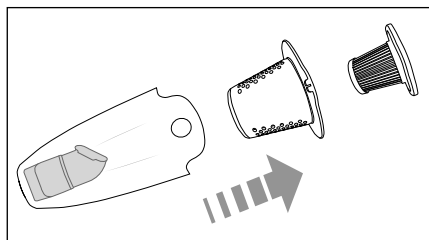

Fig. 5
- 3) Sortez le filtre EPA **7** et le filtre grossier **8** hors du bac à poussière **9** (fig. 5). Tapotez les deux filtres **7/8** dans une poubelle. Si nécessaire, vous pouvez rincer les filtres **7/8** à l'eau claire. Laissez ensuite sécher complètement les filtres **7/8** à l'air avant de les réinsérer.